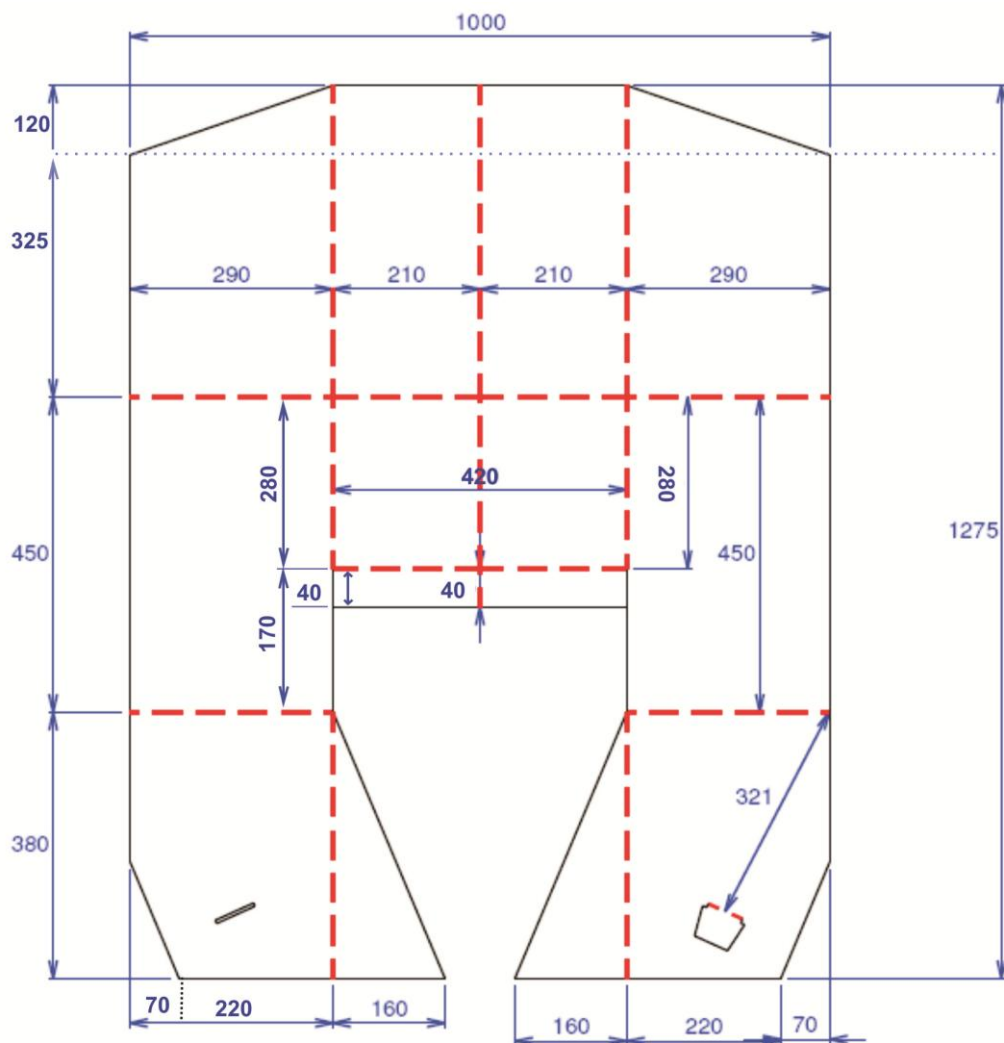

Figura 28 - Dimensões da cabina atual
- 233.** O projeto atual da cabina de votação utilizada na UE2015 está demonstrado na Figura 28 - Dimensões da cabina atual e na Figura 29 – Dobramento e impressão das cabinas atuais.